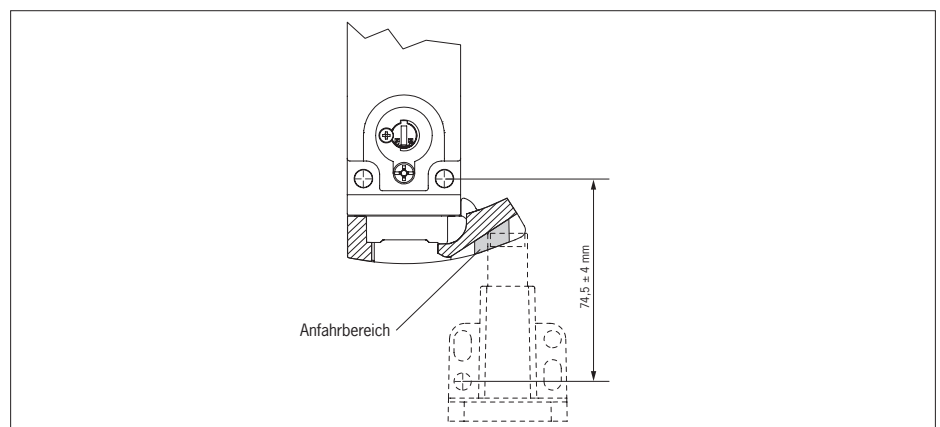

Bild 9: Anfahrbereich des Betätigers
- Achten Sie darauf, dass der Betätiger im vorgesehenen Bereich auf die Rampe trifft (siehe Bild 9). Markierungen an der Rampe geben den vorgeschriebenen Anfahrbereich vor.